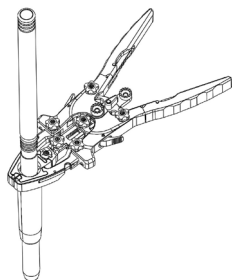

Figure 9
- Faites glisser l'écarteur et les lames attachées sur le **dilatateur de 18 mm** et dans le site chirurgical (Figure 9).